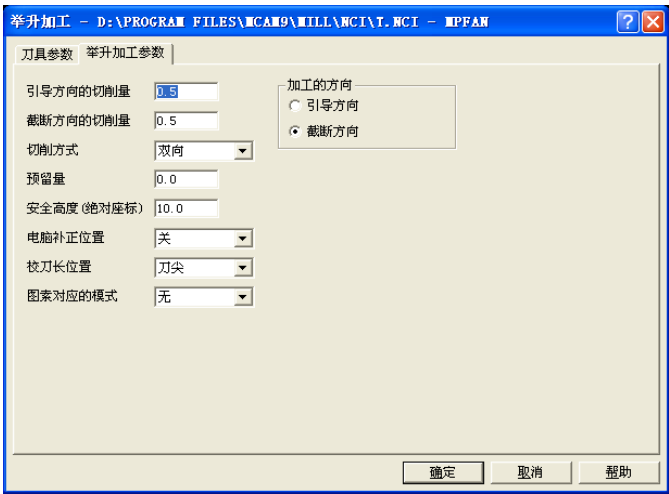
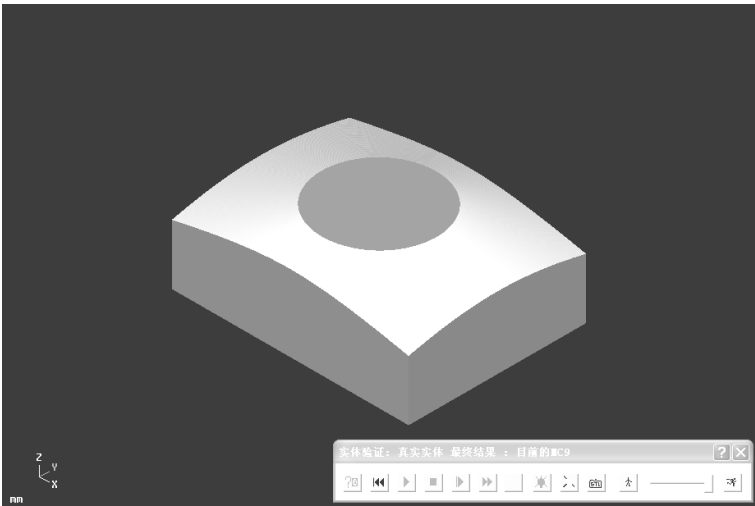

图 1-111 举升加工参数
图 1-112 举升加工实体切削验证
- 3) 在“举升加工参数”选项卡中设定引导方向的切削量: 0.5, 截断方向的切削量: 0.5, 切削方式: 双向, 预留量: 0.0, 电脑校正位置: 关, 加工的方向: 点选“截断方向”, 其余默认, 如图 1-111 所示。工作设定 X80 Y60 Z30, 工件原点 X0 Y0 Z0, 实体切削验证如图 1-112 所示。将本例保存为“举升加工.mc9”文件。